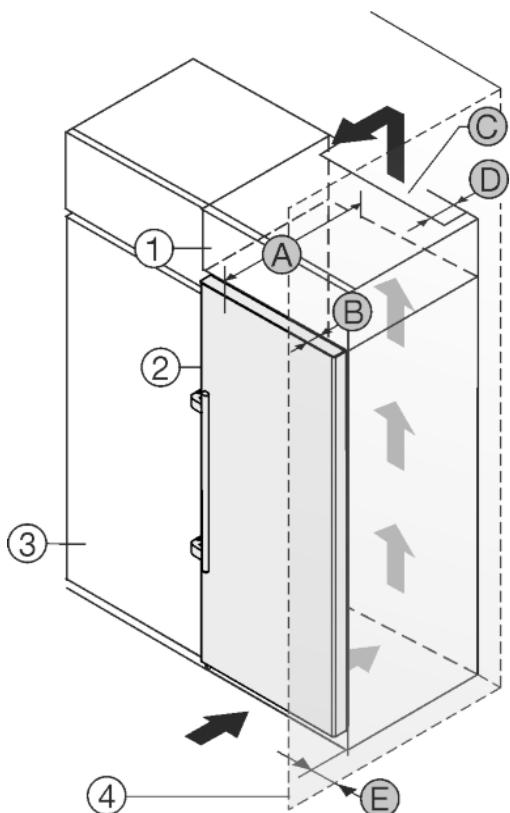

Fig. 21
Устройство может быть окружено кухонными шкафами. Чтобы уравнять устройство Fig. 21 (2) по высоте с кухонной стенкой, можно установить над устройством дополнительный шкафчик Fig. 21 (1).
Установить устройство можно непосредственно рядом с кухонным шкафом Fig. 21 (3). Чтобы можно было полностью открыть двери, устройство должно выступать на глубину Fig. 21 (B) относительно передней стенки кухонного шкафа. В зависимости от глубины кухонных шкафов и использования пристенных распорок устройство может выступать и больше.
- На задней стенке дополнительного шкафчика должен быть вентиляционный канал с глубиной Fig. 21 (D) по всей ширине этого шкафа.
- Нужно соблюдать вентиляционное отверстие Fig. 21 (C) под нижней панелью.
Если устройство установлено на шарнирах у стены Fig. 21 (4), то нужно соблюдать расстояние Fig. 21 (E) между устройством и стеной. Настолько выступает ручка от открытой дверцы.